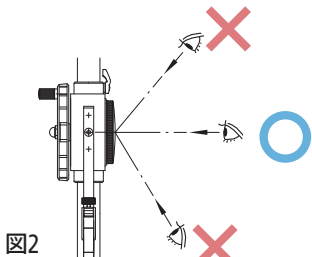

図2
- 目盛の読取りは、正面に視線を置いて視差に注意してください。(図2)